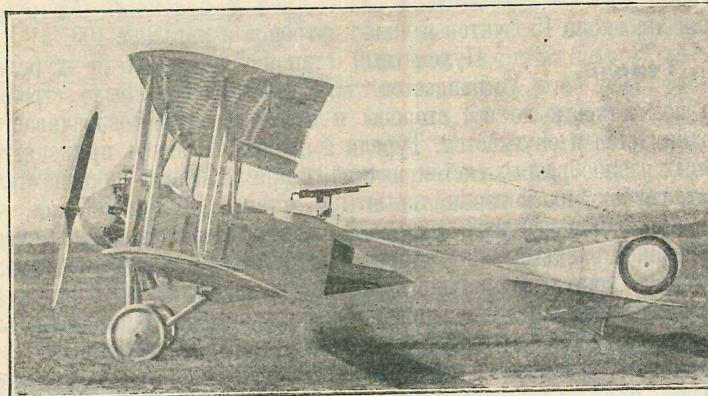

Рис. 1. Самолет 1915 г. „Лебедь XII“, переделанный немецкий „Альбатрос“ с пулеметом Кольта.
Рис. 1. Пассажирский самолет Фоккер F.II. Три небольших бортовых прожектора установлены на передней части правого крыла (1), под левой плоскостью и на шасси (2), на шасси видны две ветрянки (3 и 4).
местные машины, имевшие винт сзади, а потому пулемет спереди у союзников и, наоборот, винт и мотор спереди и пулемет, стреляющий назад, у немцев (рис. 1). У нас первыми, с самого начала войны, вооруженными самолетами, были «Ильи Муромцы». Но необходимость охоты за неприятельскими самолетами побуждала вооружить и легкие, быстроходные одноместные самолеты. Их можно вооружить только установив пулемет неподвижно, стреляющий прямо по линии полета аэроплана с тем, чтобы прицеливание делалось самим же летчиком направляя аэроплан прямо на цель. Но спереди вращается винт и пули, неизбежно будут попадать в него. Сперва делались попытки наложить, в этом месте, на винт, полоску брони, чтобы пули от него рикошетировали, но это, т. к. вращение винта чаще, чем выстрелы из пулемета, приводило к тому, что иногда больше половины пуль расходовалась на бесцельные рикошеты.
Рис. 1. На фотографии ясно видны струи, оставляемые подводными камнями на поверхности воды. Белым кругом помечено место подводной скалы, где еще в XIX в. погиб французский крейсер.